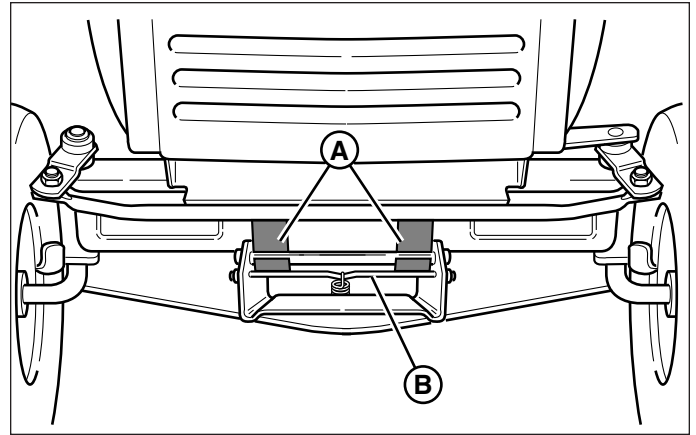

**Figure 12. Tube de décharge**
7. Pousser la tondeuse vers l'avant et déconnecter la sangle en caoutchouc du tube intermédiaire (A, Figure 12). Enlever le tube.
3. Voir la Figure 12. Glisser le tube intermédiaire dans le tube principal de décharge. Connecter le tube intermédiaire à la plate-forme de tondeuse et attacher avec la sangle en caoutchouc (A).